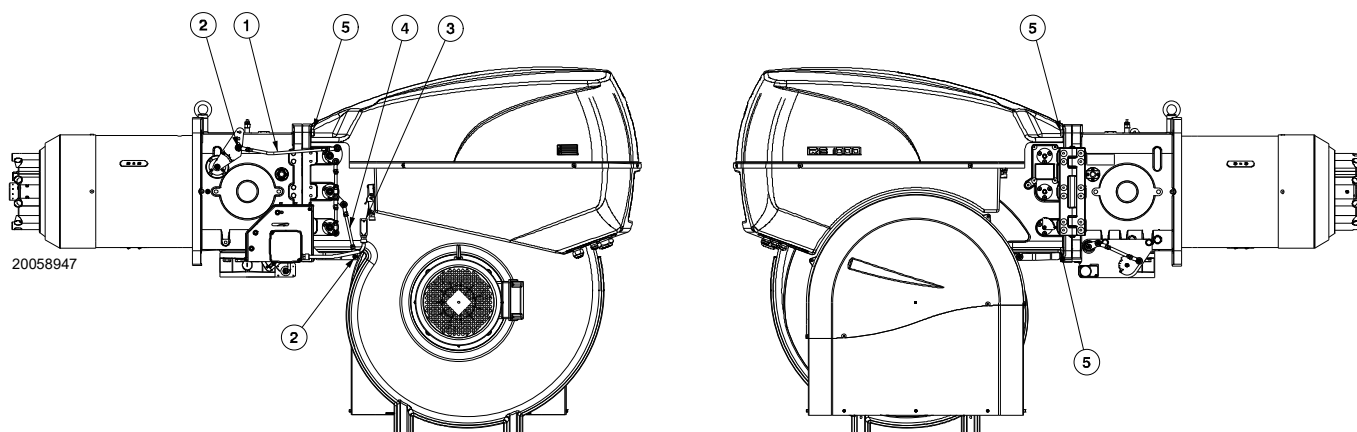

Fig. 34
- Togliere i tiranti 1) e 4)(Fig. 34) della leva movimento testa e apertura serrande, allentando i dadi 2);